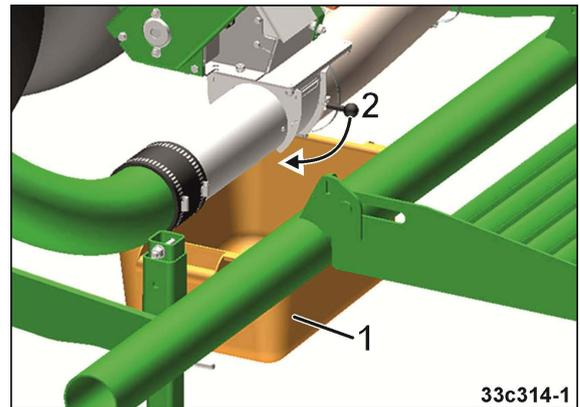

Fig. 52
3. Colocar un recipiente colector debajo de cada dosificador (Fig. 52/1).
4. Abrir la compuerta del canal inyector (Fig. 52/2).
**Peligro de aplastamiento al abrir y cerrar la compuerta del canal inyector (Fig. 52/1).**
Asir la compuerta del canal inyector exclusivamente del enganche (Fig. 52/2), de lo contrario subyace peligro de lesiones al cerrar la compuerta del canal inyector amortiguado.
- o Cerrar la compuerta del canal inyector con especial cuidado (véase Fig. 52, página 71),